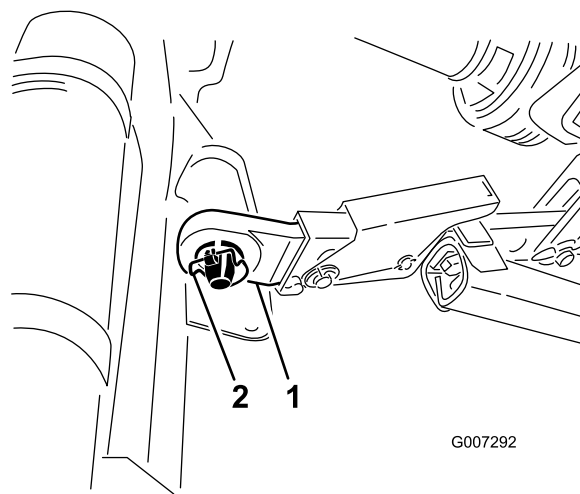

Figura 6
5. Inserite i bracci di attacco inferiori destro e sinistro sui perni di traino (Figura 6).
6. Fissate i bracci di collegamento inferiori ai perni di traino con gli acciarini (Figura 6).